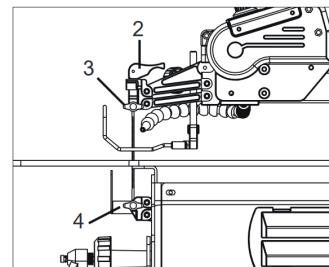
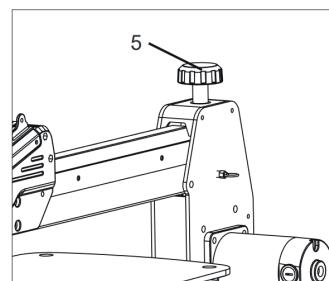

ABBILDUNG 9
ABBILDUNG 10
2. Um das Blatt zu entfernen, drehen Sie den Blattspanngriff (Abb. 9, 2) nach oben, um die Spannung zu lösen.
3. Lösen Sie den oberen Blattverriegelungsknopf (3) und dann den unteren Blattverriegelungsknopf (4). Entfernen Sie das Blatt.
5. Ziehen Sie den unteren Blattverriegelungsknopf (4) fest. Dadurch wird das Blatt in seiner Position fixiert.
6. Setzen Sie das obere Ende des Blatts in die obere Klemme ein. Ziehen Sie den oberen Blattverriegelungsknopf (3) fest.
7. Ziehen Sie den Blattspanngriff (2) nach unten, um ihn zu verriegeln.
8. Stellen Sie den Knopf für die Blattspannung ein (Abb. 10, 5).